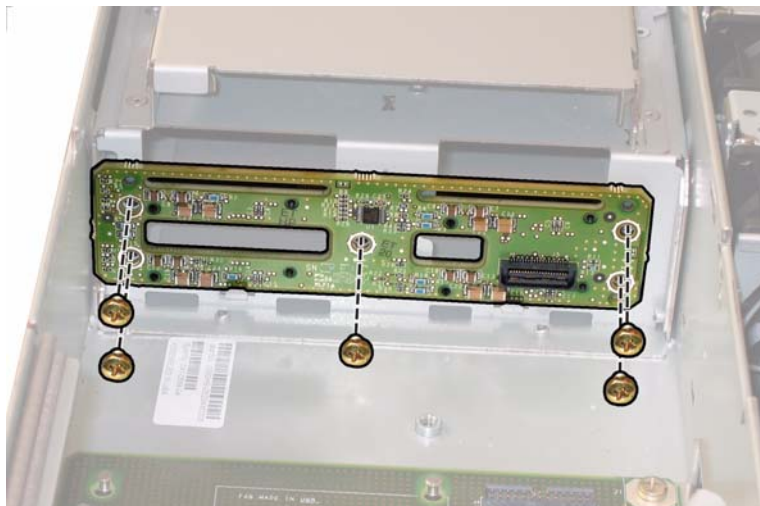

图 3-38 拆卸 HDD 背板（图中显示五颗螺丝配置）
12. 旋下将 HDD 背板固定到驱动器托架背面的螺丝。请参见图 3-38。